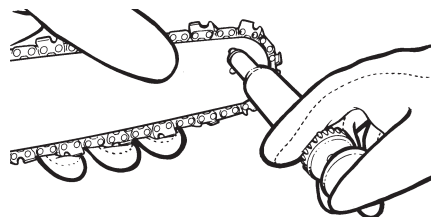

Fig. 37
3. A l'aide du Lube Gun (optionnel), insérer le bec-aiguille dans le trou de lubrification et injecter le lubrifiant jusqu'à ce qu'il ressorte sur les côtés de la roulette (Fig. 37).